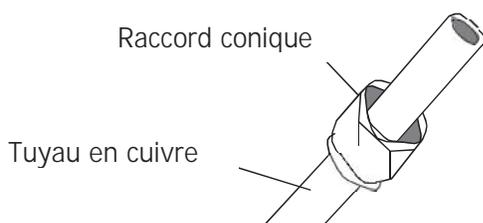

Fig. 7.3
3. Placer des raccords coniques sur les extrémités du tuyau. Assurez-vous qu'ils font face à la bonne direction, car il est impossible de modifier leur position après l'évasement. Voir la Fig. 7.3